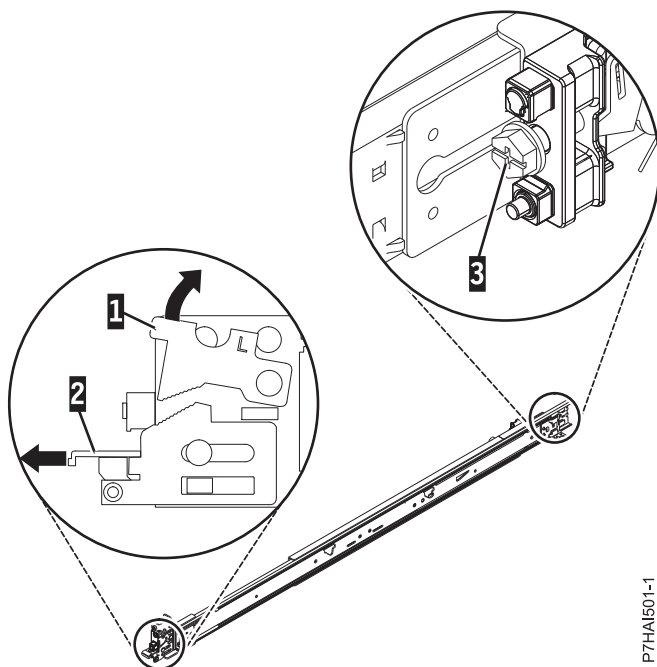

Figura 2. Apertura del pestillo frontal y extracción del tornillo posterior
2. Levante la pestaña de bloqueo frontal (1), y tire del pestillo frontal (2) de la parte frontal del riel. A continuación, extraiga el tornillo de la parte posterior del riel (3). Para obtener detalles, consulte la Figura 2.